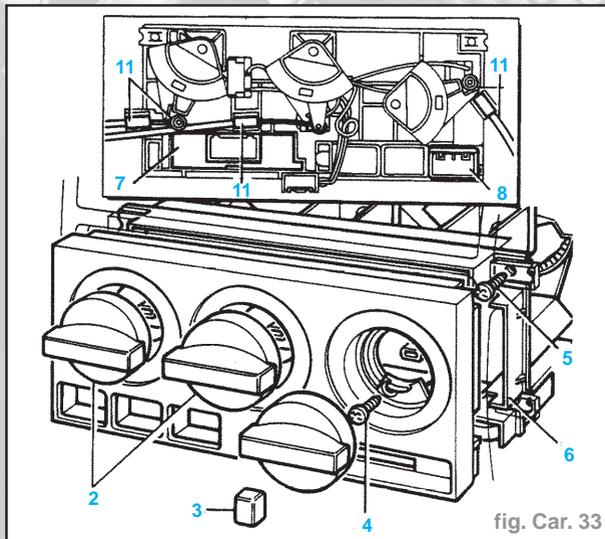

fig. Car. 33
- Extraire 3 boutons des commandes tournantes (2) (Fig. Car. 33).
- Tirer le bouton du commutateur de soufflerie (3).
- Enlever 2 vis de maintien et déposer le panneau graphique (4).
- Enlever 4 vis maintenant le commutateur (5).
- Déposer le panneau de commutateur (6).
- Dégager le panneau à ouïes d'aérateur central du tableau de bord pour pouvoir atteindre l'arrière du tableau (7).
- Débrancher 4 fiches multibroches et mettre le faisceau sur le côté (8).